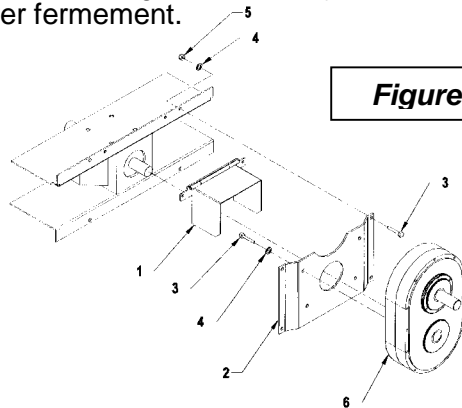

Figure 6
Installation de la Boîte de Réduction 8097 (Option) (Figure 6)
Ajustement et Entretien de la Boîte de Réduction (Figures 6 – 7)
2. Ajuster la tension de la chaîne après dix (10) heures d'opération. Pour ce faire, vérifier le jeu entre l'arbre d'entrée et l'arbre de sortie de la boîte de réduction (Fig.6, item 6) en tournant l'arbre d'entrée dans les 2 sens sans que l'arbre de sortie ne tourne. Un jeu de 10° ou 15° nécessite un ajustement: